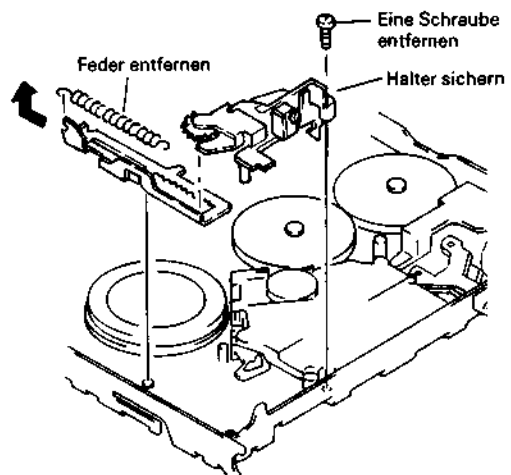

Abb. 2.103 Ausbau des Hochgleitstückes
Ausbau des Hochgleitstückes (Abb. 2.103)
7. Die Feder des Hochgleitstückes abnehmen (siehe Abb. 2.103).
8. Eine (1) Befestigungsschraube des Verriegelungshalters lösen.